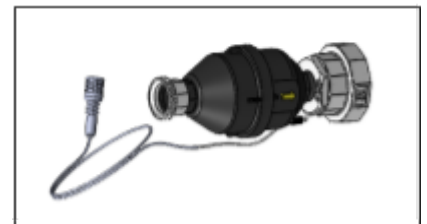

Figure 15.
- **Attention** : montez le compteur d'eau avec les compteurs vers le haut et la flèche dirigée vers le réservoir de mélange. Voir figure 15.